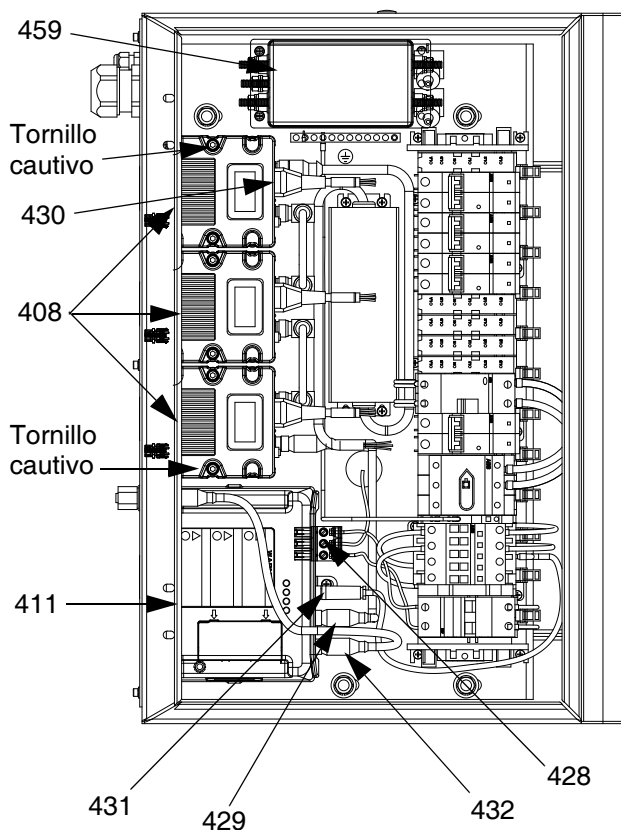
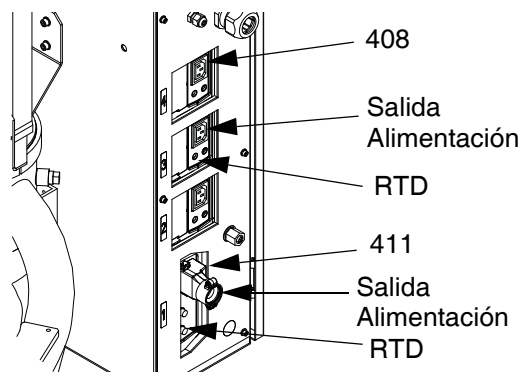

FIG. 48: Vista interna del gabinete eléctrico
FIG. 49: Vista posterior del gabinete eléctrico
1. Abra la puerta del gabinete (402). Desconecte los siguientes cables del TCM de baja potencia (408):
- cable de entrada de suministro de alimentación (430)
- cable de salida de suministro de alimentación (vea la FIG. 49)
2. Afloje ambos tornillos cautivos (409) que sostienen el TCM de baja potencia (408) en la base (407) del gabinete. Retire el TCM de baja potencia. Vea la FIG. 48.
1. Abra la puerta del gabinete (402). Desconecte los cables de salida de suministro de alimentación y los cables del RTD del TCM de alta potencia (411). Vea la FIG. 49.
2. Retire el panel lateral del gabinete eléctrico (436). Vea **Piezas del gabinete eléctrico** en la página 91.
3. Desconecte los cuatro cables de entrada (432, 428, 429, 431) del TCM de alta potencia. Vea la FIG. 48.
4. Retire ambos tornillos (415) que aseguran las ménsulas (412, 413) del TCM de alta potencia en el gabinete eléctrico. Retire el TCM de alta potencia. Vea **Piezas del gabinete eléctrico** en la página 91.